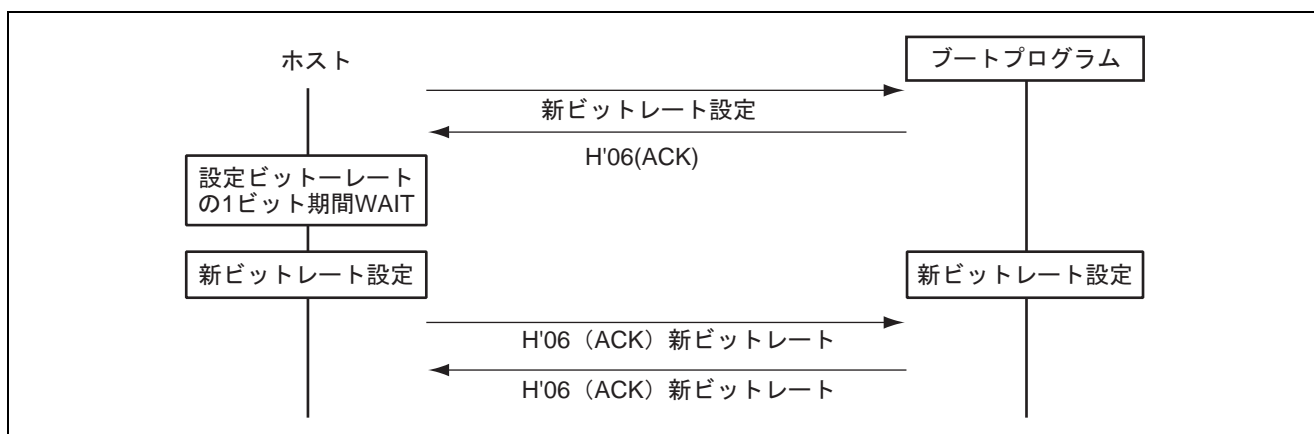

図 27.19 新ビットレート選択のシーケンス
- 新ビットレート選択のシーケンスを図 27.19 に示します。